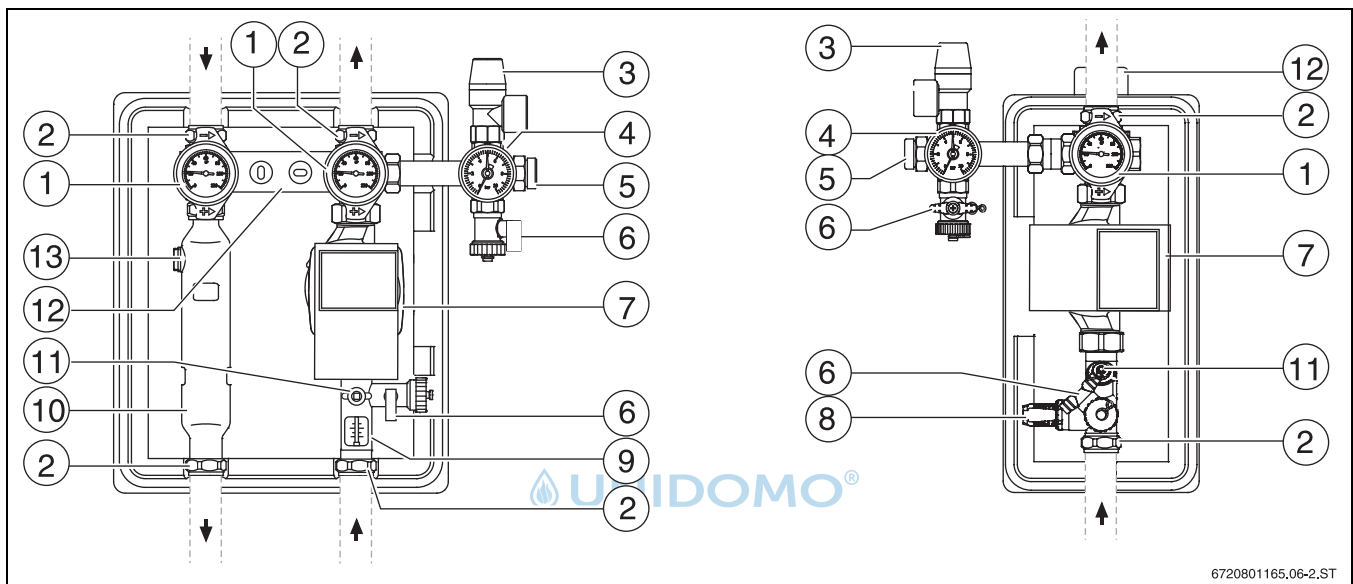

Bild 63 1- und 2-Strang-Solarstationen ohne vordere Dämmteile und ohne integrierte Regler und Module; Abmessungen und technische Daten → Seite 47
Die Solarstationen Logasol KS01.../2 sind für einen solaren Verbraucher konzipiert, z. B. Warmwasser- oder Pufferspeicher. Wenn eine 2-Strang-Solarstation in Verbindung mit einer 1-Strang-Solarstation betrieben wird, sind Solarstationen aber auch für 2 Verbraucher geeignet. Durch diese Anordnung liegen 2 getrennte Rücklaufanschlüsse mit separater Pumpe und Durchflussbegrenzer vor (→ Bild 63, Seite 46).
Ein anderer Anwendungsfall für die Kombination einer 2-Strang-Solarstation mit einer 1-Strang-Solarstation ist eine Solaranlage mit 2 verschiedenen ausgerichteten Kollektorfeldern (Ost/West-Regelung). Auch hier ist es wichtig, dass 2 getrennte Rücklaufanschlüsse mit separater Pumpe und Durchflussbegrenzer vorliegen (→ Bild 63, Seite 46). Wie zuvor beschrieben, kann nun auch ein hydraulischer Abgleich von den 2 Kollektorfeldern mit unterschiedlichen Druckverlusten durchgeführt werden. Für diese Anordnung sind 2 Sicherheitsgruppen (im Lieferumfang enthalten) und 2 Ausdehnungsgefäße (AG) erforderlich.